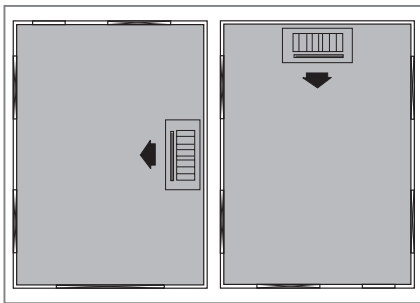

FIG. 16 - SAÍDA DE INSUFLAMENTO E POSIÇÃO DA UN. EVAPORADORA NO AMBIENTE
- Procure instalar a unidade próxima a uma parede e em posição mais centralizada no ambiente (Fig. 16), obtendo assim a melhor distribuição de ar; porém, caso haja necessidade, esta pode ser instalada em um dos cantos.